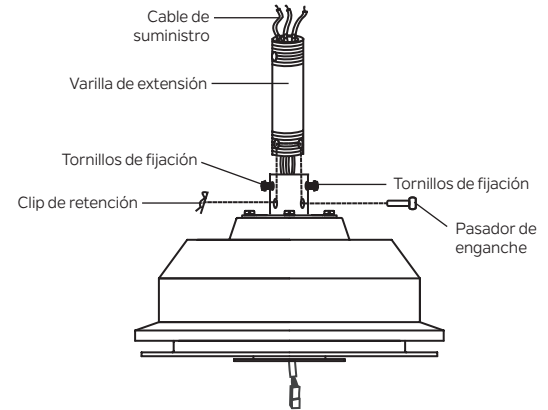

Figura 8
**Paso 6.** Afloje los dos tornillos de fijación y retire el pasador de enganche y el clip de retención del acoplamiento en la parte superior del conjunto del motor. (Figura 8)
A continuación, reemplace el pasador de enganche y el clip de retención. Apriete ambos tornillos de fijación. (Figura 8)